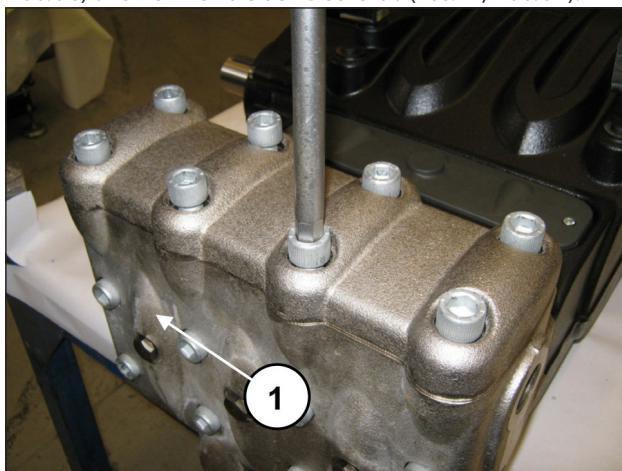
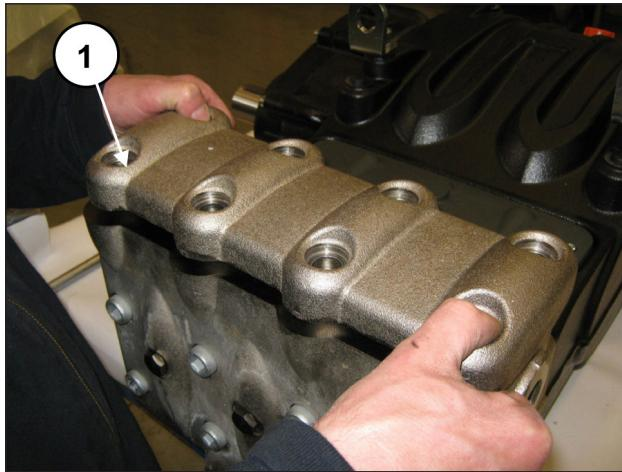

Abb. 96
Abb. 97
Lösen Sie die 8 Schrauben M16x55 des Ventildeckels (Pos. ①, Abb. 96) und nehmen Sie den Deckel ab (Pos. ①, Abb. 97).